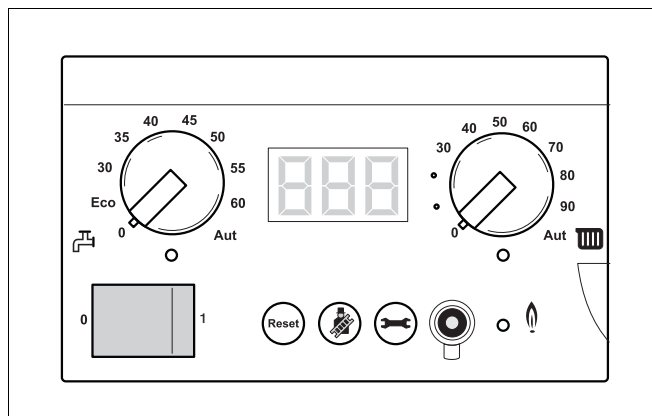

Bild 79 Koppla värmeanläggningen spänningslös.
- Koppla värmeanläggningen spänningslös (bild 79).